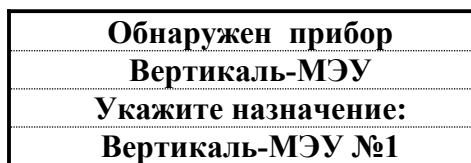

Рис.8 – Режим регистрации
2) На первом записываемом приборе, например «МЭУ №1» нажать кнопку «Сброс» и удерживать в течение трех секунд. После входа в режим «Тест», повторно кратковременно нажать кнопку «Сброс», до появления на ПУ надписи «Обнаружен прибор» (Рис.8).